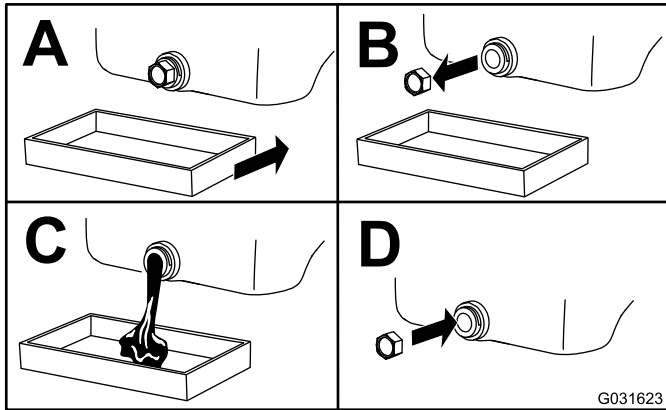

Bild 37
3. Wechseln Sie das Öl (Bild 37).